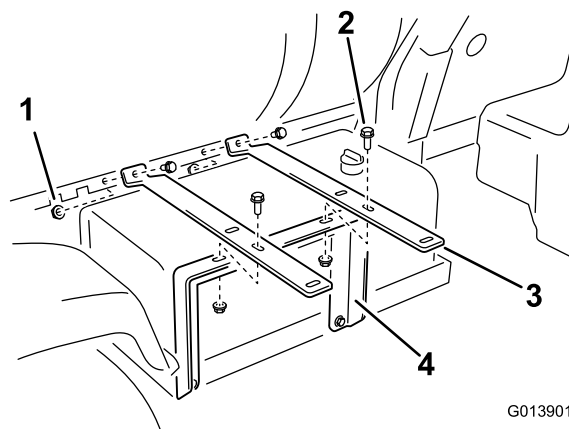

Figure 9
2. Fixez les 2 barrettes de maintien du dévidoir aux trous du socle de la cuve, comme illustré à la Figure 9, au moyen de 2 boulons à embase (3/8 x 1/ pouce) et 2 écrous à embase (3/8 pouce).